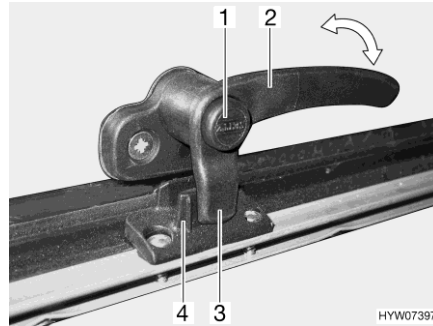
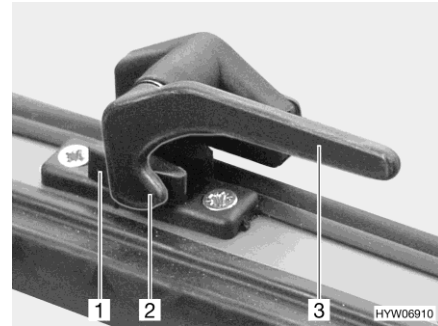

Fig. 97 Leva di serraggio con bottone di sicurezza in posizione "Chiuso"
Fig. 98 Leva di serraggio in posizione "Chiuso"
- Se presente, premere e tenere premuto il bottone di sicurezza (Fig. 97,1).
- Ruotare la leva di serraggio (Fig. 97,2 o Fig. 98,3) di un quarto di giro verso il centro della finestra.
- Ruotare la leva di serraggio (Fig. 97,2 o Fig. 98,3) di un quarto di giro verso il telaio della finestra.
- Il nasello di chiusura (Fig. 97,3 o Fig. 98,2) della leva di serraggio si trova completamente sul lato interno della chiusura della finestra (Fig. 97,4 o Fig. 98,1).
- In posizione "Completamente chiusa" (Fig. 97 e Fig. 98)